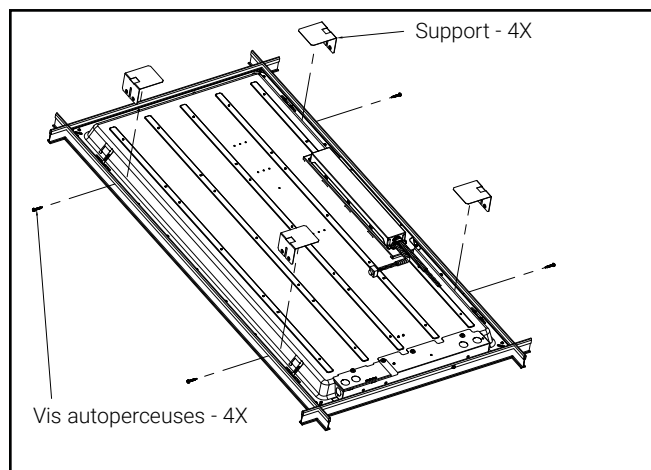

Figure 7.
1. Appuyez sur les supports vers le luminaire et installez les vis autoperceuses incluses. (Fig. 7)